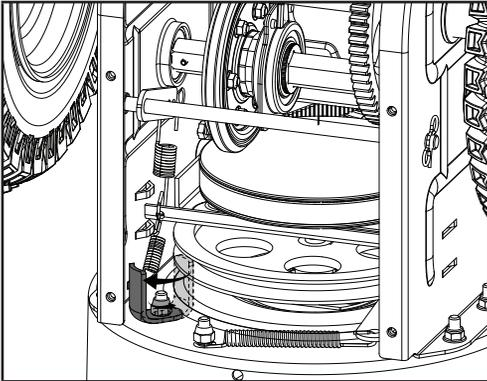

Figure 26A
7. Faites glisser la nouvelle courroie d'entraînement de la tarière dans le compartiment du dessous de la souffeuse, en la plaçant autour de la poulie d'entraînement de la tarière puis en la faisant glisser autour de la poulie avant de la prise de force du moteur. Assurez-vous que la courroie est bien en position entre le protège-courroie inférieur et le dessus de la poulie d'entraînement de la tarière. Il sera peut-être nécessaire de retirer le boulon qui retient le protège-courroie inférieur afin de bien positionner la courroie dans la poulie, de remettre en place le protège-courroie et le boulon après avoir installé la courroie sur la poulie (figure 26A/B).